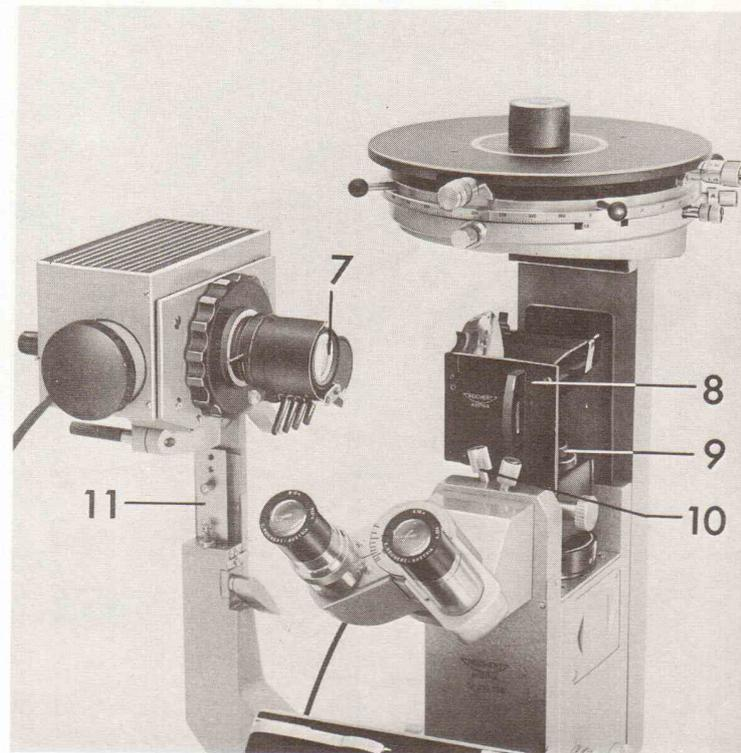

Fig. 62
- a) Auflicht-Beleuchtungsapparat (8), Fig. 62, nach Lösen der Klemmvorrichtung mit Rändelknopf (3) nach oben abnehmen. Schräglichtspiegel (5) in den Spiegelträger einstecken.
- b) Objektstisch mit Grobtrieb in höchste Lage bringen. An Stelle des Mikroskopteiles das Photo-Objektiv (2) auf Zwischenstück in die Ringschwalbe der Feintrieb-Schlittenführung einsetzen und mit Klemmschraube (4) festklemmen.
- c) Lampe in Arbeitsstellung bringen und Lampen-träger (7) bis zum Anschlag hochschieben. Kollektor-Zusatzlinse (6) einschwenken.